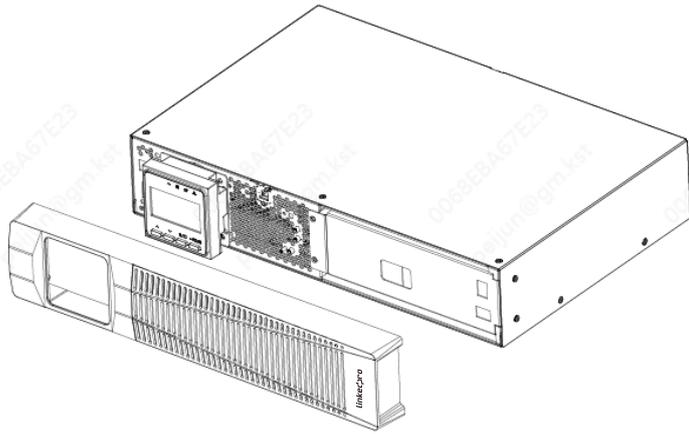

Figura 6 Conexión de las baterías internas del UPS
- b) Conecte el conector de la batería interna (ver Figura 6), conecte el rojo al rojo y negro a negro, presione firmemente el conector para garantizar una conexión adecuada.